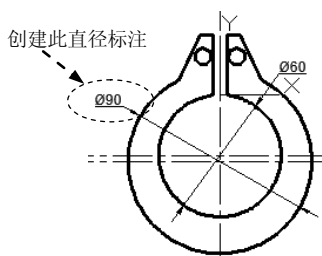

图 17.2.14 标注第二个圆
(2) 按 Enter 键以重复“直径标注”命令,选择第二个圆进行标注,如图 17.2.14 所示。